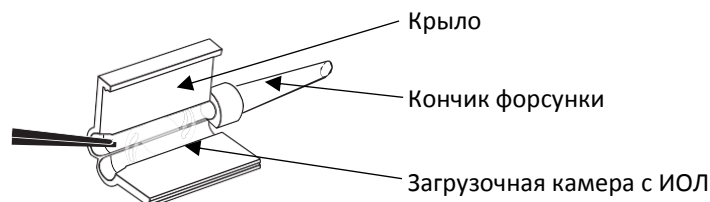

Fig. 1
7. Удерживая крылышки картриджа раскрытыми, отцентрировать ИОЛ и поместить кончик гапстики линзы под край канавок. Аккуратно при помощи пинцета вдавить линзу вниз и убедиться в том, что края оптической части надежно прижимаются к краям канавок, как показано на рис. 1.